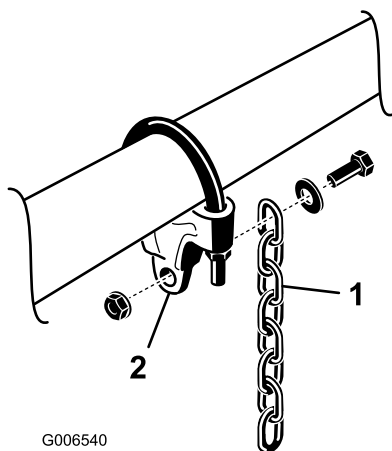

Bild 12
- Befestigen Sie eine Hubkette mit einer Schraube, Scheibe und Mutter an jeder Kettenhalterung, wie in Bild 12 abgebildet